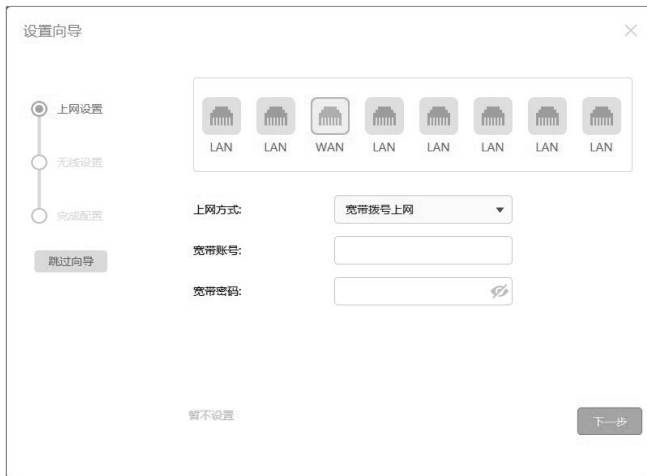

图4-4 检测到宽带网线界面
1)检测到宽带网线连接时,软件会根据当前WAN口接入的方式和接入的端口位置进行显示,如图4-4所示,用户可根据实际使用进行修改。